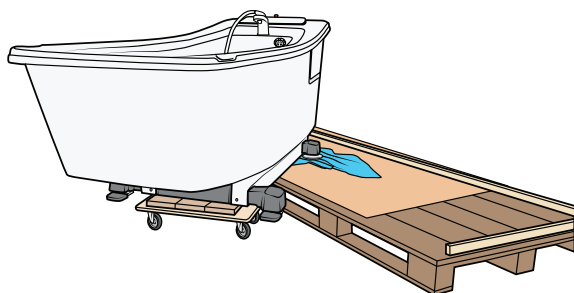

Figure 16
3. Placez un mini-chariot à côté de la palette et faites glisser le dessous de la baignoire sur le mini-chariot. Si nécessaire, utilisez les cales de bois pour mettre le mini chariot de niveau avec la palette. Voir Figure 16.